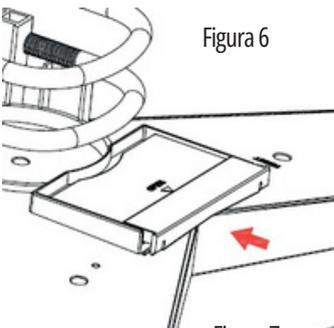

Figura 7
2. Pendure o sensor remoto na corda, conforme mostrado na Figura 7.